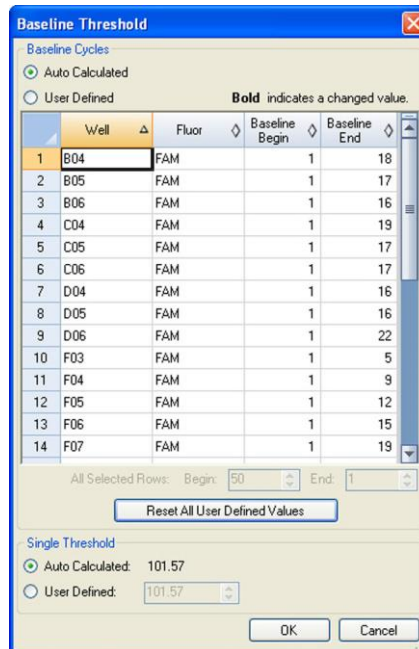

Рис. 53. Окно Baseline Thresholds (Базовая линия/Пороговые уровни)
3. Отрегулируйте пересекающий пороговый уровень (Рис. 53) для флуорофора, щелкнув на **User Defined (Определяемый пользователем)** и набрав значение порогового уровня.
После выбора лунок для анализа проверьте настройки базовой линии в данных лунках. Откройте окно **Baseline Thresholds** (Рис. 53) для изменения базовой линии, заданной по умолчанию, для выбранных лунок. Для открытия данного окна:
2. Отрегулируйте начальный цикл базовой линии (**Baseline Begin**) и конечный цикл базовой линии (**Baseline End**) для всех выбранных лунок или измените номера циклов в полях **Begin** и **End** в нижней части электронной таблицы (Рис. 53).